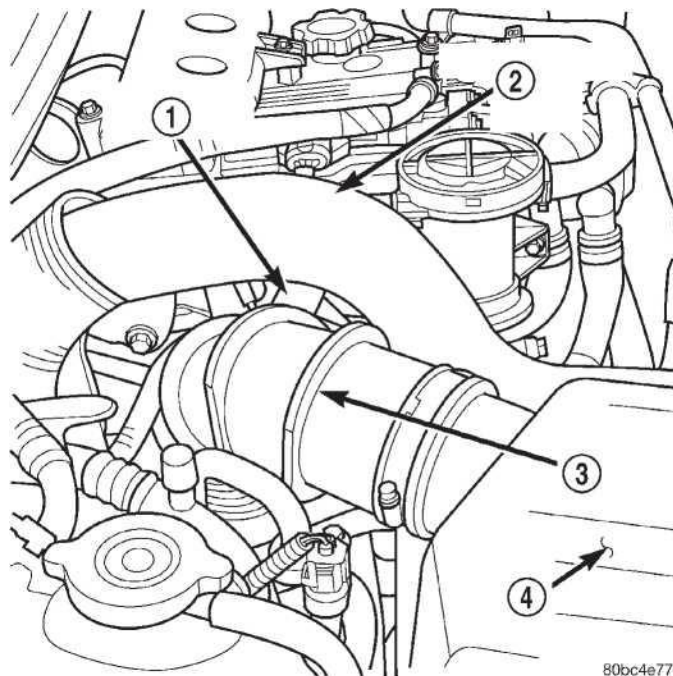

Рис. 9 Air Шланги впуска
(23) Разъедините шланг сапуна и удалите трубу воздухозаборного отверстия из транспортного средства (Рис. 9).
(24) Удалите шланг переполнения радиатора из радиатора
(25) Удалите верхний шланг радиатора из транспортного средства.
(26) Разъедините электрический разъем охлаждающего вентилятора электрического радиатора.
(27) Восстановите хладагент. Обратитесь к Группе 24, Нагреванию и Кондиционированию воздуха для процедуры.